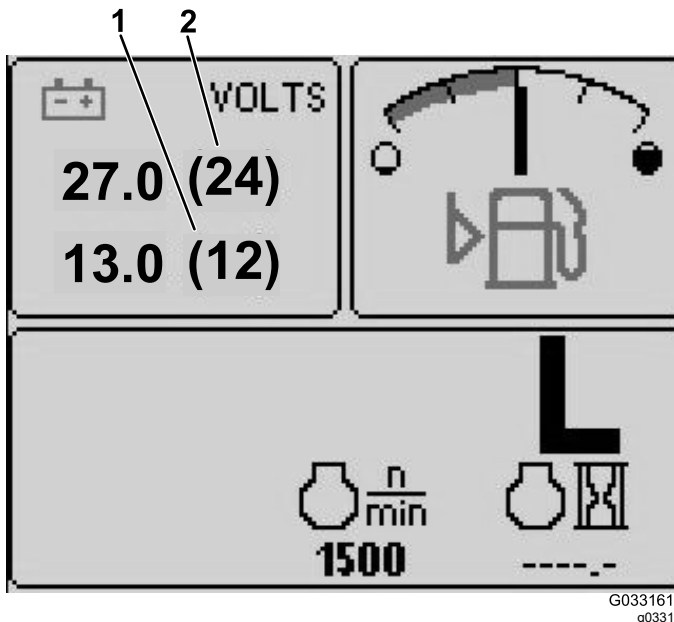

Рисунок 4
- Индикатор напряжения аккумуляторной батареи 12 В — верхний левый экран (Рисунок 4).
- Индикатор напряжения аккумуляторной батареи 24 В — верхний левый экран (Рисунок 4).
Данный индикатор показывает напряжения аккумуляторных батарей на 12 и 24 В (Рисунок 4).